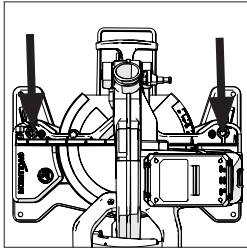

Fig. 12
**Nota:** La guía está fijada a la base de la máquina con dos tornillos hexagonales de cabeza hueca colocados en cualquier extremo de la guía en las ranuras alargadas (**Fig. 12**).